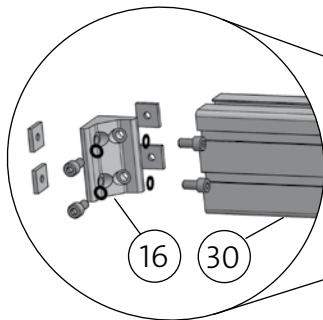

Abb. C3-6
- ▶ Lattung mit Eckwinkeln an den Tragprofilen verschrauben. Der Abstand der Lattung gemäß Abb. C3-6 ist zu beachten.